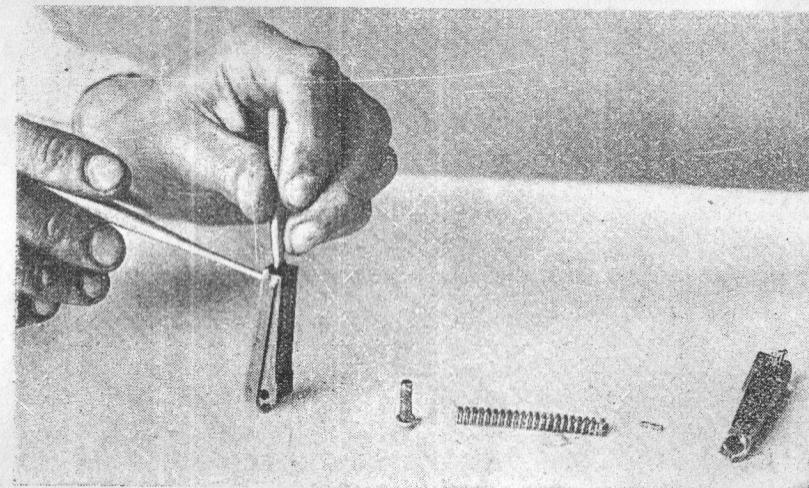

Рис. 24.
20. Вынуть из задвижки боевую пружину с верхним и нижним стержнем. Поставить задвижку отвесно (лучше закрепить ее в тиски); с силой нажав выколоткой на верхний стержень, несколько утопив его внутрь задвижки, и другой (тонкой) выколоткой выбить с задней стенки задвижку, удерживающую верхний стержень. Вынуть верхний стержень, боевую пружину и нижний стержень (рис. 24).
Примечание. Если задвижка разбиралась (рис. 24).